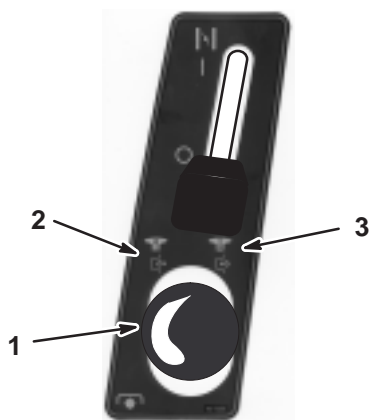

Figure 4
2. Tirez la commande des lames (PdF) en position engagée (Fig. 4).
2. Poussez la commande des lames (PdF) en position désengagée (Fig. 4).